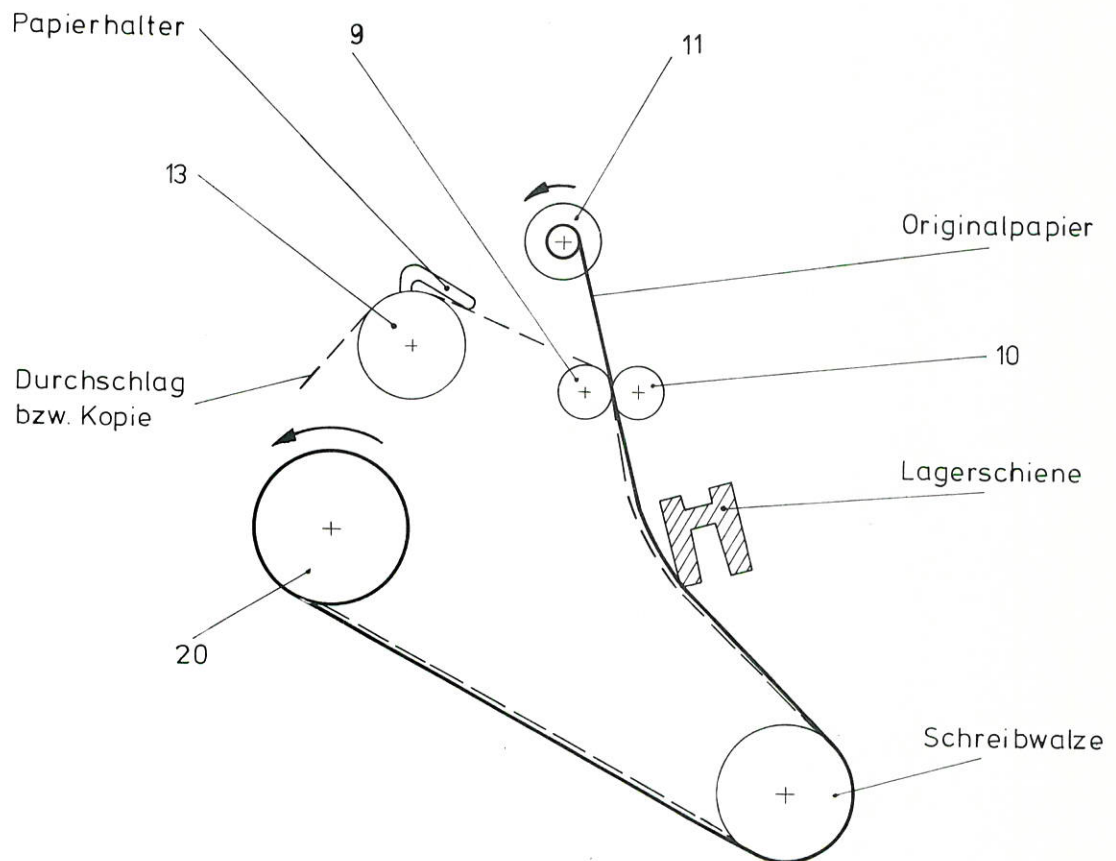

Abb. 3 Schematische Darstellung der Papierführung
► Es ist darauf zu achten, daß die Rolle genau nach Abb. 3 eingelegt wird. Nur bei dieser Art der Papierführung ist die seitenrichtige Kopie gewährleistet.
Dann wird mittels der Klemmschraube (7) der rechte Begrenzteller (8) arretiert. Dann die Achse (4) wieder in die ursprüngliche Lagerung setzen. Danach wird der Papieranfang (mit Kopien) durch die Papierwanne des Wagens um die Schreibwalze gezogen und zwischen den beiden Rollen (9) und (10) an der Führungsschiene vorbei zur Rolle (11) geführt, nachdem durch Betätigen des Hebels (18) die Rollen (9) und (10) geöffnet wurden. Dann wird der Anfang des **Originalpapiers** in den Schlitz (12) eingeführt und die Walze (11) mit 3-4 fest anliegenden Wicklungen in Drehrichtung (siehe Abb. 3) bewegt.